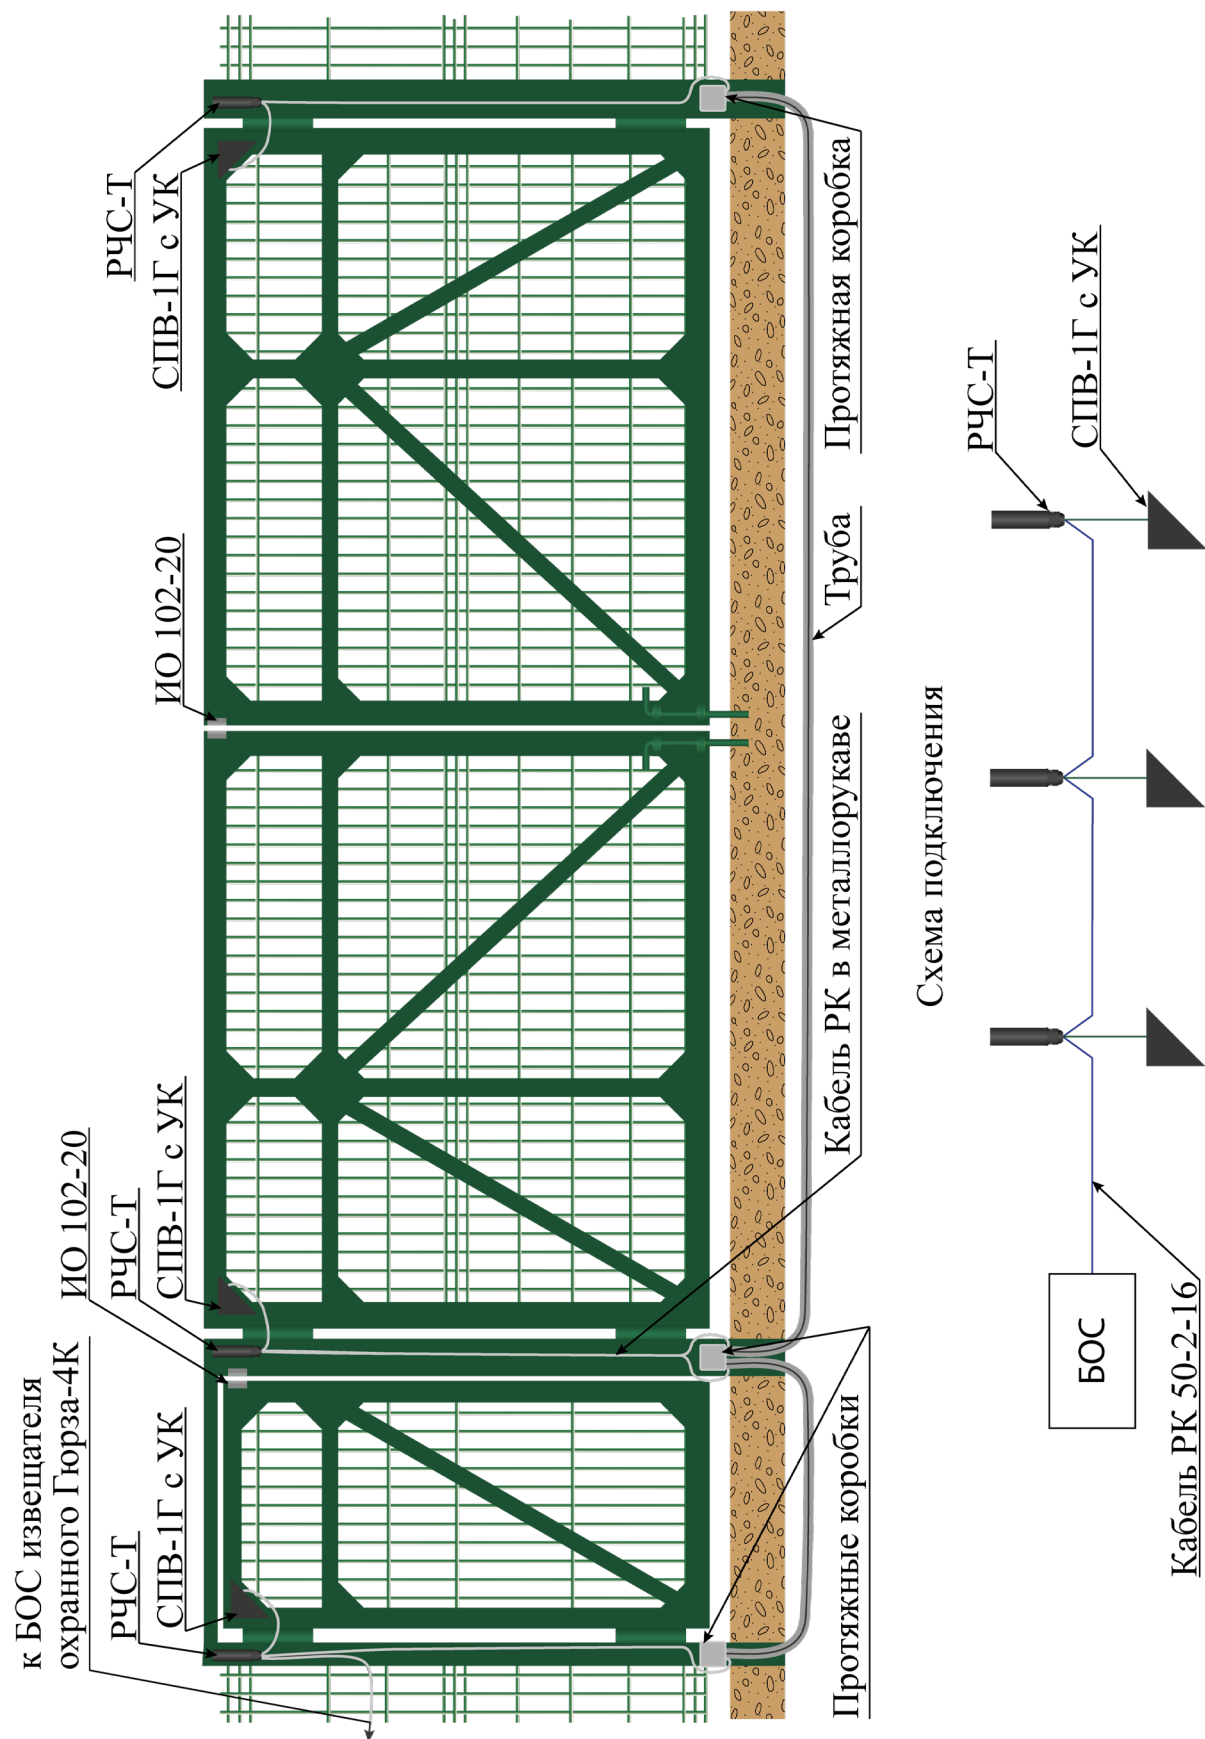

Рисунок 4.45 – Организация отдельной зоны охраны ворот (калитки) с использованием сенсора СПВ-1Г с узлом крепления
4.6.1.2 Как правило, охрана ворот (калитки) осуществляется с образованием отдельной зоны охраны (рисунок 4.45).